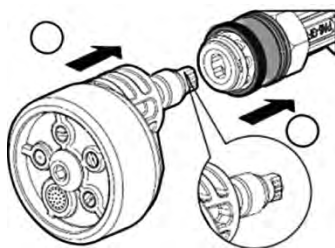

Рисунок 4
3.4.6 Присоедините распылитель воды к удлинительной насадке (рисунок 4).